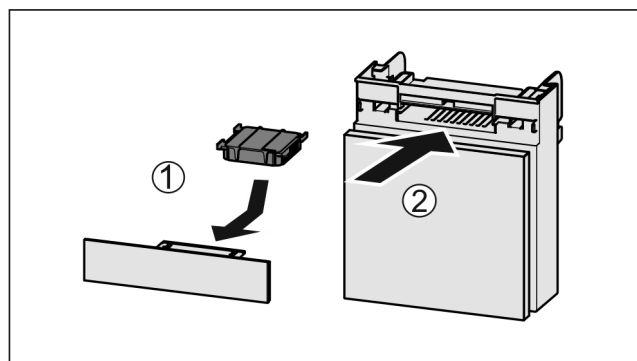

Fig. 210
- Inserire il vano Fig. 210 (2).